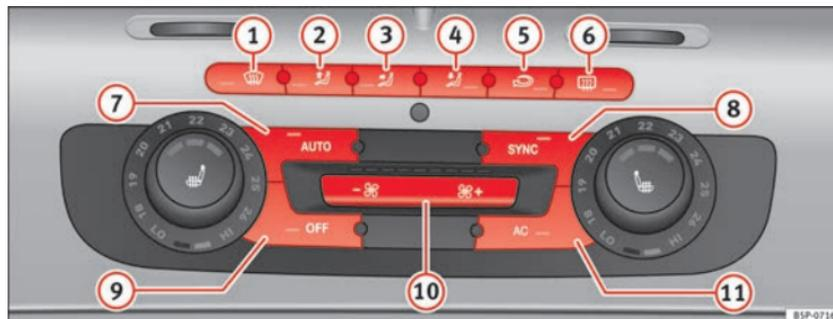

Fig. 133 Comandos do 2C-Climatronic no painel de instrumentos
- Rode os manípulos de regulação da temperatura ⇒ Fig. 133 para ajustar a temperatura do lado esquerdo e direito, respectivamente.
- Pressionar o botão  ⇒ Fig. 133. Aparece «AUTO High» no visor do rádio (velocidade do ventilador alta).
- Pressionar de novo o botão  ⇒ Fig. 133. Aparece «AUTO Low» no visor do rádio (velocidade do ventilador baixa).